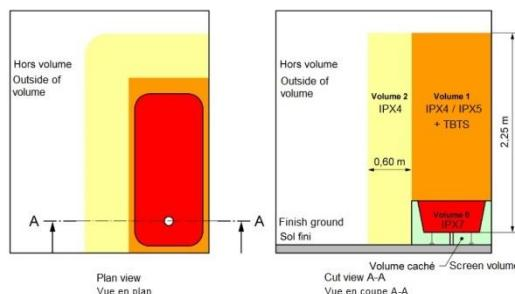

Fig.2
- **AVERTISSEMENT:** si cet appareil est installé dans une salle de bain, il doit être installé uniquement dans les volumes 2 ou 3 de la salle de bain, conformément aux exigences de la norme française d'Installation Électrique à Basse Tension NF C 15-100, Partie 7-701. (L'installation en volume 0 ou 1 d'une salle de bain est strictement interdite). La figure 2 ci-après est donnée à titre informatif uniquement: nous vous suggérons de contacter un électricien professionnel pour toute aide.